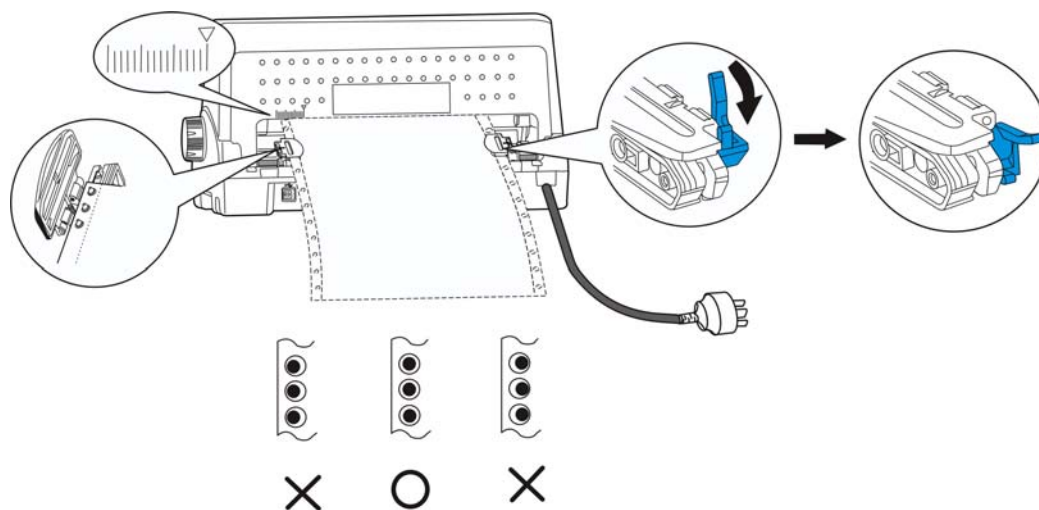

图 3-10 调整右边拖纸器位置
5. 调整右边拖纸器，确认纸张安装正确，保证连续纸链状孔要对应拖纸器上的链状突出位（如图 3-10 所示）。